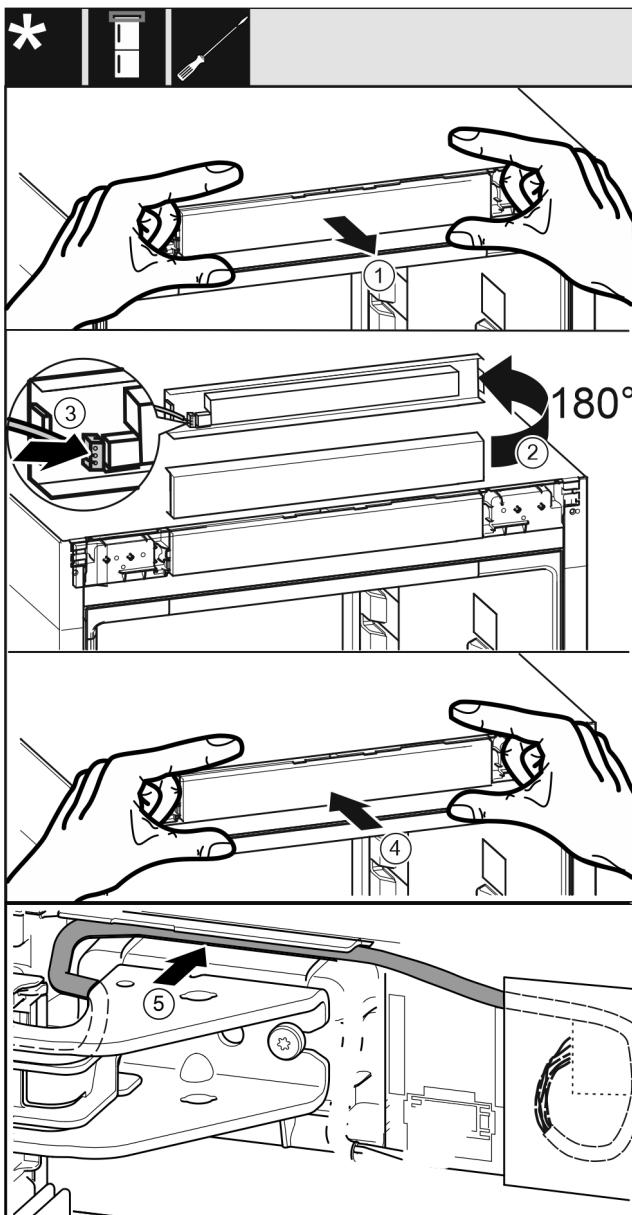

Fig. 43
- Oprezno izvucite masku za rukovanje. Fig. 43 (1)
- Okrenite masku za  $180^\circ$  prema gore. Fig. 43 (2)
- Uglavite utikač na masku s upravljačkim dijelom. Fig. 43 (3)
- Masku za rukovanje ponovo uglavite na uređaju. Fig. 43 (4)
- Oprezno položite sivi kabel u vodilicu iznad gornjeg podloška ležaja. Fig. 43 (5)